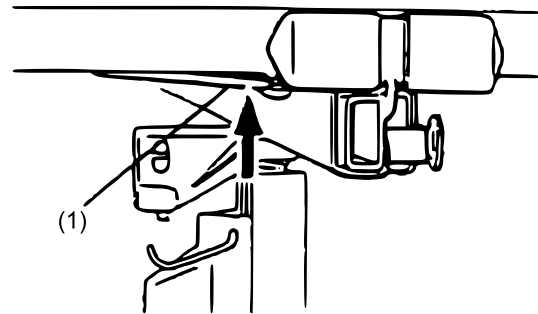

Abbildung 15
2. Schieben Sie die Plattenträgeraufleger ganz ein, bis sie einrasten (1). Die Plattenstützhaken einklappen.
3. Entfernen Sie die Traversen durch Drücken auf die unteren Federlaschen und Herausschieben der Traverse aus der sich verjüngenden Aufnahme (Abb. 15).